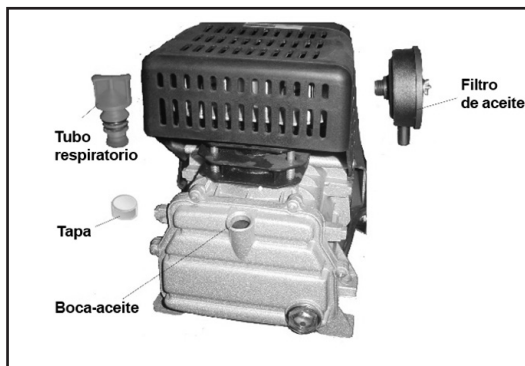

Fig. 4
1. Coloque la cubierta primero, coloque el tubo de respiración en el orificio de aceite y coloque el filtro de aire antes de que el compresor funcione (Fig. 4)